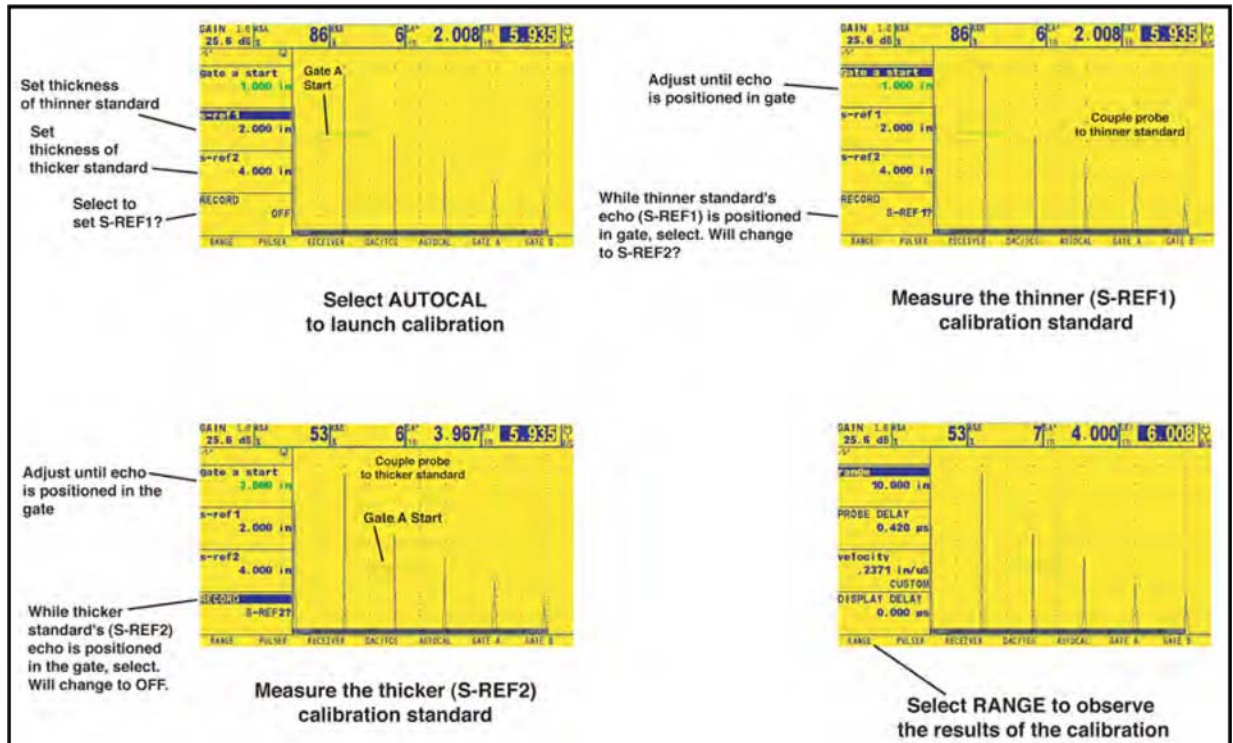

Figura 14: Procedimiento de Auto Calibración
Nota: Siguiendo las instrucciones en esta sección, consulte la Figura 14.
4. Aplique acoplante y acople el transductor con el espesor más delgado del bloque de calibración. Con la función de A-START resaltado, pulse la tecla de función para cambiar o mover el joystick  para cambiar la posición de la puerta A hasta que se encuentra sobre el eco correspondiente al espesor más delgado del bloque (véase la Figura 14). Los ajustes predeterminados se hacen con las teclas de función, mientras que los ajustes finos con el joystick.
- Utilice el joystick  para seleccionar la función titulada RECORD. El valor en la caja de cambia de la función "OFF" a "S-ref1?". Se debe mantener la señal en la puerta A, mueva el joystick hacia la derecha o la izquierda  para registrar el eco de referencia. El valor en el cuadro de la función ahora dice "S-REF2?".
- Aplice acoplante y acople el transductor al espesor más grueso del bloque de calibración. A continuación, utilice el joystick  para seleccionar la función de A-Star. Presione la función de cambiar o mueva el joystick para cambiar el inicio de la puerta hasta que se encuentra sobre el eco correspondiente al espesor más grueso del bloque estándar (véase la Figura 14). Para los ajustes burdos predeterminados se realizan con la tecla de función, mientras que los ajustes finos se hacen con el joystick.